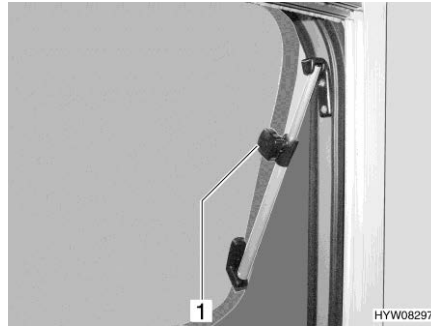
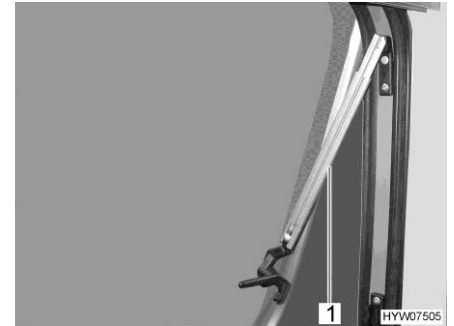

Bild 54 Ausstellfenster mit Dreh-Ausstellern (geöffnet)
Bild 55 Ausstellfenster mit Automatik-Ausstellern (geöffnet)
- Ausstellfenster bis zur gewünschten Stellung öffnen. Ausstellfenster mit Rändelknopf (Bild 54,1) feststellen oder den Automatik-Aussteller (Bild 55,1) selbstständig einrasten lassen.
- Rändelknopf (Bild 54,1) drehen oder Ausstellfenster so weit ausstellen, bis die Arretierung freigegeben wird.